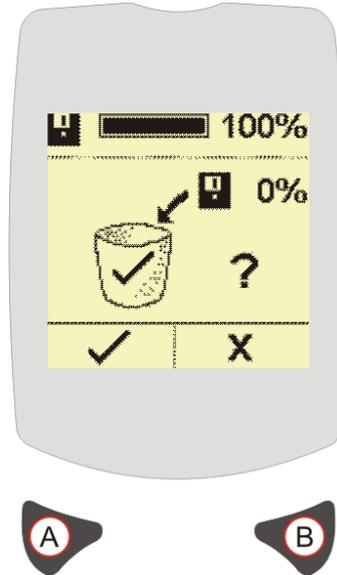

图 11 内存释放屏幕
如果要删除内存中的数据，首先按右键 (B)。然后按左键 (A) 确认删除，如下图 11 所示。内存中的数据被删除后，屏幕将显示 0% 并自动返回“时间和日期”屏幕。